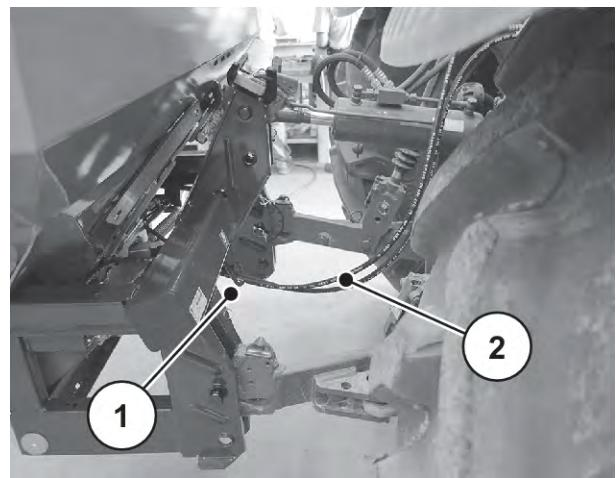

図 25: 油圧ホースのガイド
- ▶ 油圧ホースをクロスチューブの下に配置します。参照: 図 25 油圧ホースのガイド